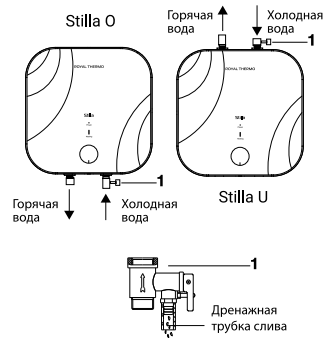

Рис. 7
3. Предохранительный клапан следует устанавливать в месте входа холодной воды (см. рис. 7).